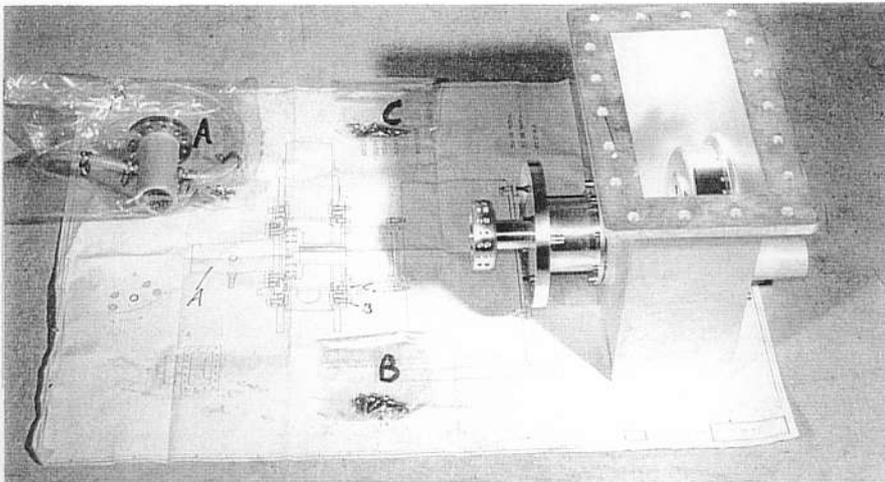
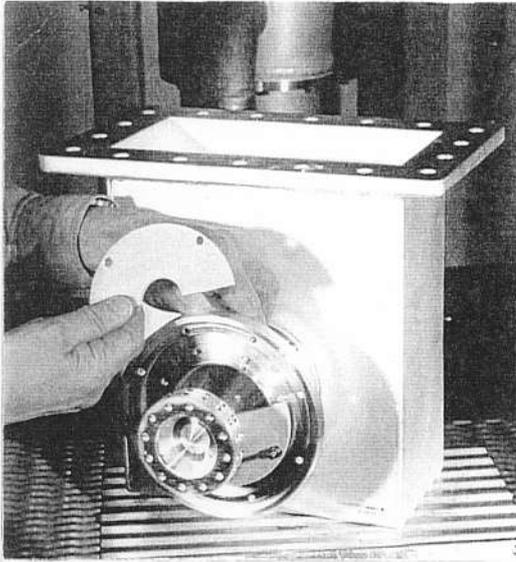

Abb. 29. Hohlleiterübergang mit Montagezubehör
Abb. 30. Hohlleiterübergang mit Transportsicherung
- b) Der Hohlleiterübergang TE 1201 ist gemeinsam mit dem Montagezubehör (Abb. 29.) in einem Karton verpackt. Die Transportsicherung des Hohlleiterübergangs wird demontiert (Abb. 30.)